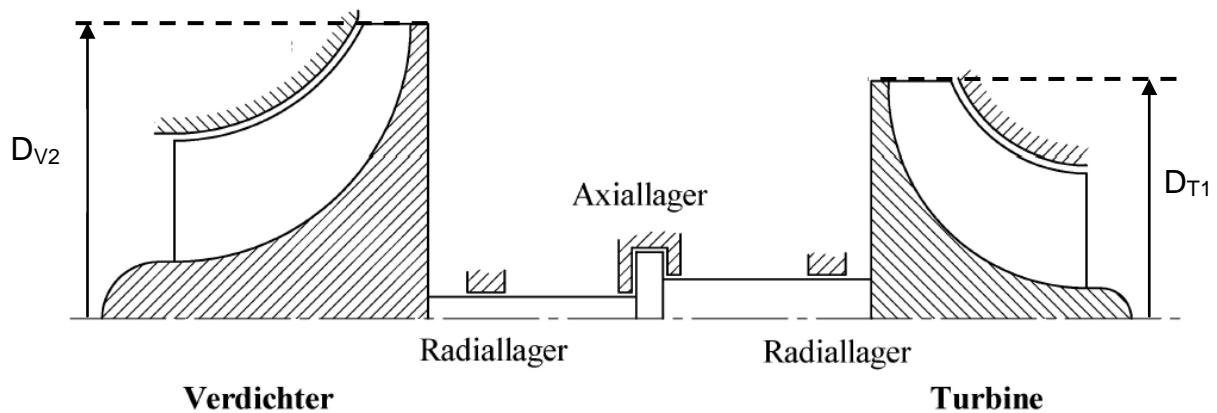

Abbildung 3.1: Abgasturbolader
In Abbildung 3.1 wird schematisch der Aufbau einer Laufgruppe eines Abgasturbolader gezeigt.
- a) Bezeichnen Sie die Strömungsrichtungen (Verdichter und Turbine) sowie die Ein- und Austrittsebenen in Abbildung 3.1. (2 Punkte)